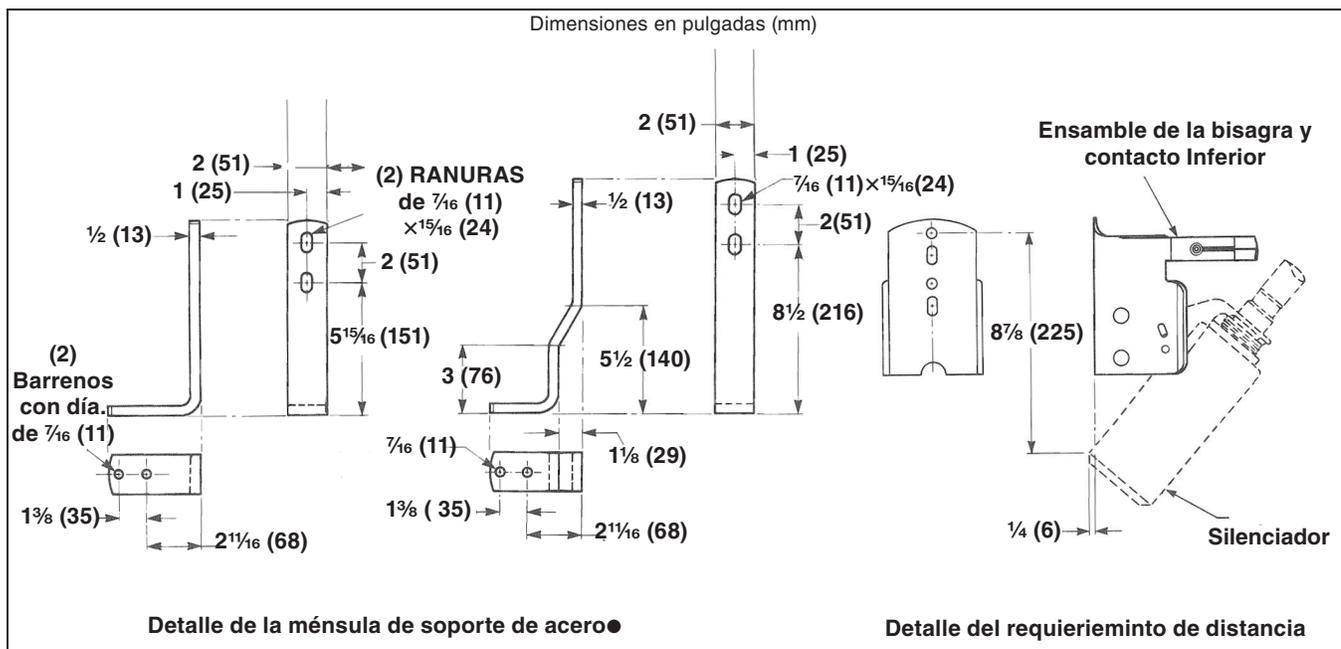

Figura 2. Dimensiones para montaje de partes vivas de Fusibles de Potencia SM-20.
**Nota:** Las especificaciones de diseño de la ménsula de soporte se proporcionan en la Figura 2.